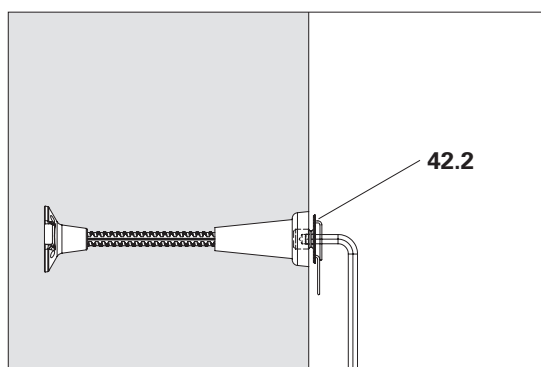

Fig. D3.03
5. Rimuovere la piastra di predisposizione ancoraggio M30 con vite (**42.2**) con una chiave esagonale AF 14. (Fig. D3.03)